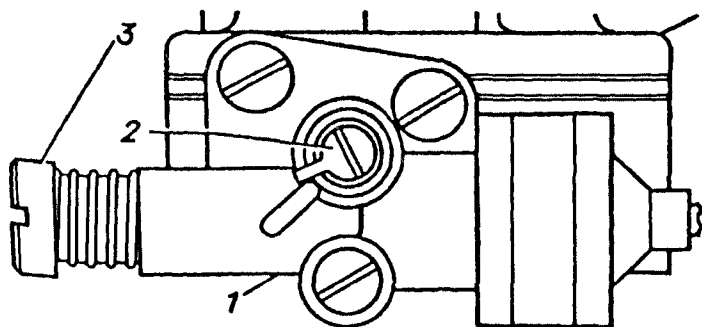

Рис. 78 Регулировочные винты карбюратора:
1) снять ограничительный колпачок с винта 2 (рис. 78) состава смеси (винт качества);